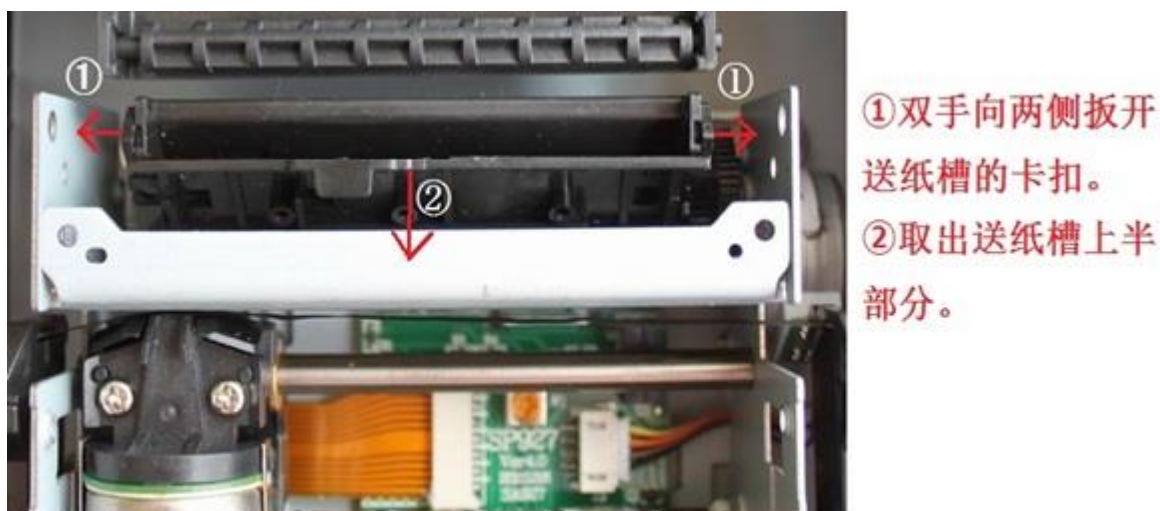

图2
2. 双手向两侧扳开送纸槽的卡扣。向上取出送纸槽的上半部分。（见图 2）